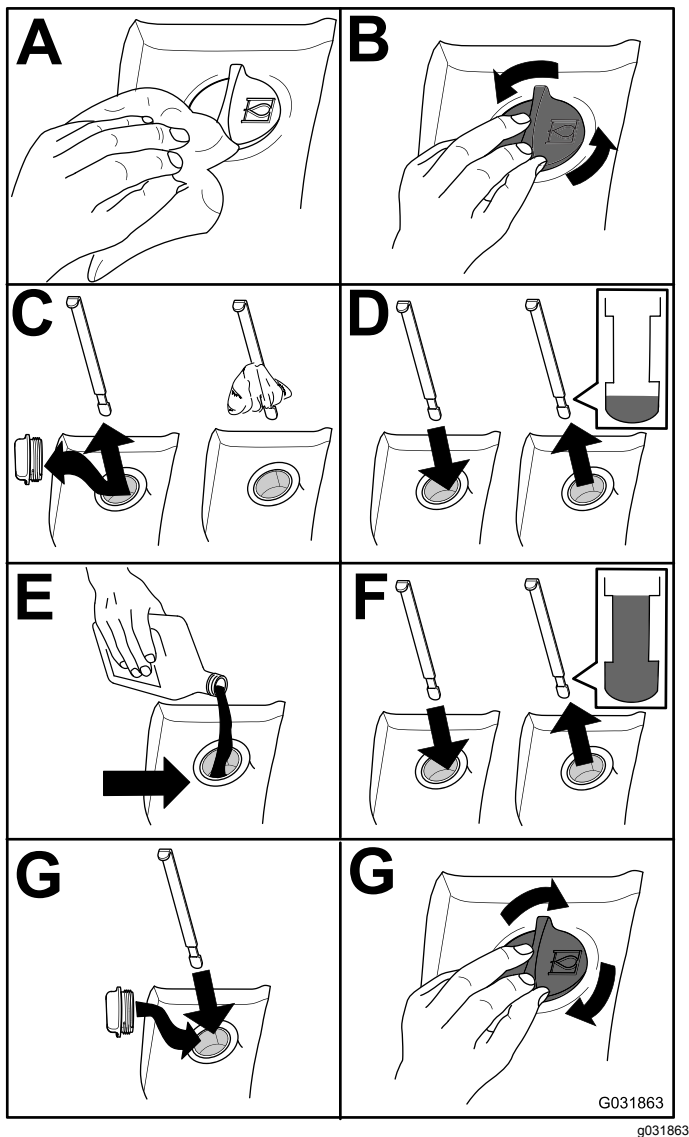

Figure 103
2. Contrôlez le niveau du liquide hydraulique (Figure 103).